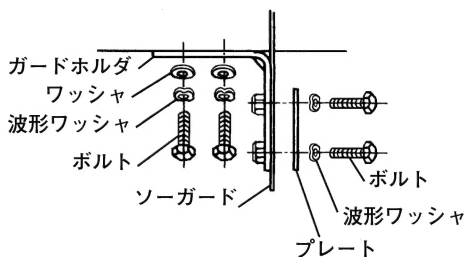

図 5
- (1) まず、ガードホルダに接触予防装置(保護カバー)を取付けます。この際、プレート(当板)などを図5のように重ね、ボルトを締めます。